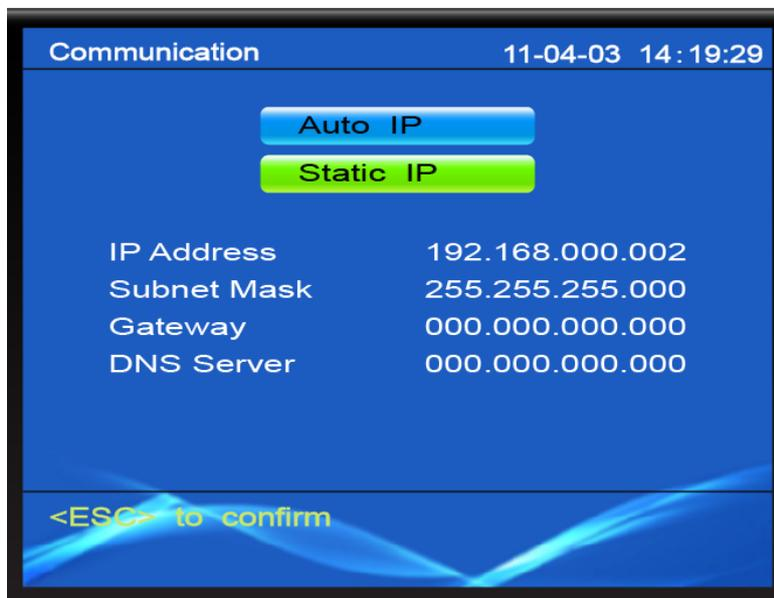

Figura 56: Parametri
5) Nella schermata **IP Settings** premere i pulsanti **SU** o **GIU** e selezionare **Static IP** (figura 56), quindi premere il tasto **OK** e il cursore si posizionerà sul campo da modificare.
Premere **SINISTRA** e **DESTRA** per selezionare il campo da modificare, e **SU** o **GIU** per cambiarne il valore (IP address: 192.168.000.002, Subnet Mask: 255.255.255.000, gli altri parametri sono zero, come mostrato nella figura 56).
Con la configurazione impostata come in figura 56, l'indirizzo IP del PC può essere impostato con i seguenti valori: